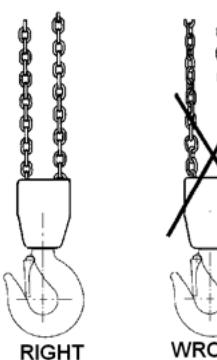

Fig. 3 The chain must not be twisted
- Łańcuch do podnoszenia ładunku nie powinien być zapętlony lub skręcony. W przypadku wciągników łańcuchowych z wielokrotnym przepłotem występuje zagrożenie skręcenia łańcucha, jeżeli dolny moduł haka zostanie zapętlony przez zawiesie łańcuchowe (zazwyczaj podczas ponownego instalowania lub przenoszenia wciągnika do innej stacji roboczej). Patrz rys. 3.